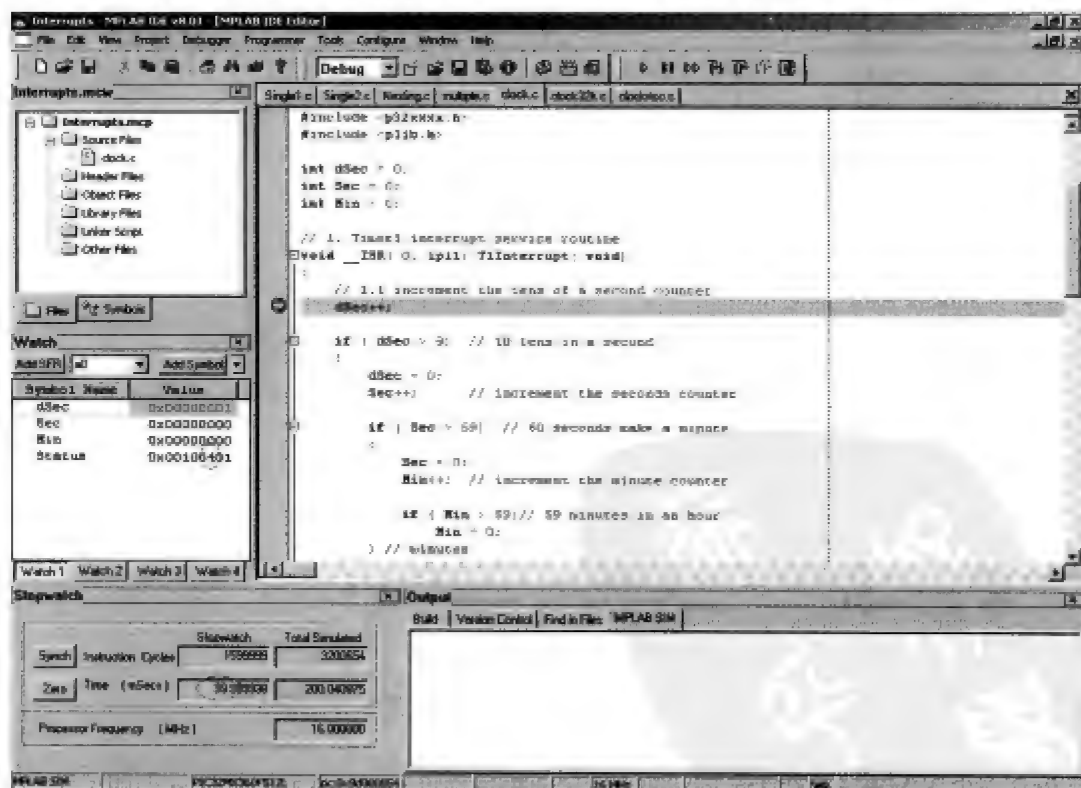

图 5-2 Clock.c 程序仿真时的屏幕截图
在图 5-2 中, 我已经在 Watch 窗口中圈出了 Status 寄存器中包含中断屏蔽字 (IM) 的部分。此外, Stopwatch 窗口显示了从开始到第一个断点所消耗的时间 (单位是微秒)。从当前位置开始单步运行 (使用 StepOver 或者 StepIn 命令) 就可以监视中断服务程序中下一条指令的执行情况。当中断服务程序执行完毕后, 就会看到中断屏蔽字恢复为零。
(1) 再次执行 Run 命令后, 将看到程序计数器 (由绿色箭头表示) 会再次指向中断服务程序。这次, 将看到消耗时间增加了准确的 160 万个时钟周期。
(2) 在 Watch 窗口中添加 Sec 和 Min 变量。
(3) 多执行几次 Run 命令, 待执行 10 次后, 就会发现秒计数器 sec 增加 1。